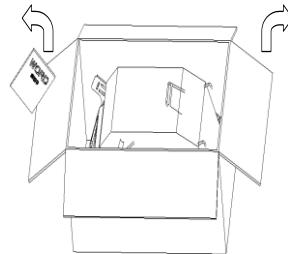

FIG. 3
**Извадете машината за стрижене газон от кутията (вижте FIG. 3)**